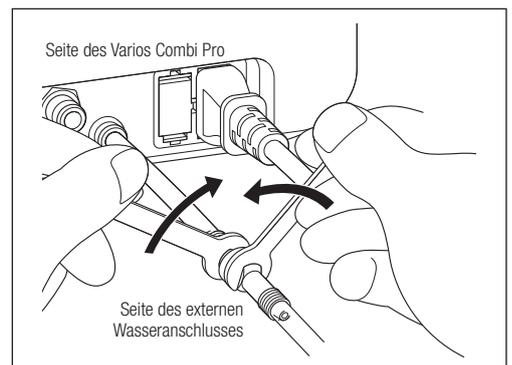

Abb. 57
- 3) Nehmen Sie die beiden Filterschlüssel (5x8) und drehen Sie diese wie in Abb. 57 unten dargestellt.